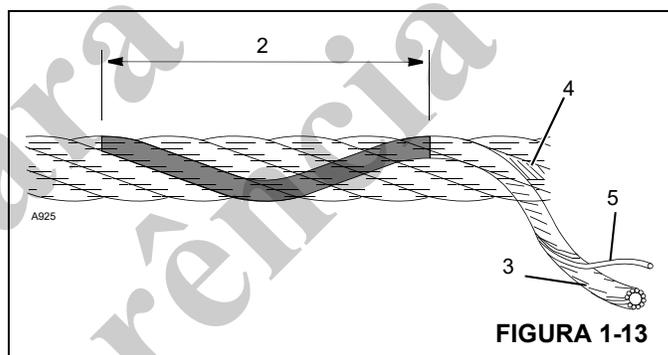

FIGURA 1-13
13. Ao verificar se há fios rompidos (5, Figura 1-13) relaxe o cabo e remova-o dos "pontos de sustentação". O defeito em um cabo de aço é referido com relação ao "Comprimento do encordoamento" (2), que é a distância medida ao longo do cabo em que um cordão (3) completa uma volta ao redor do núcleo (4).